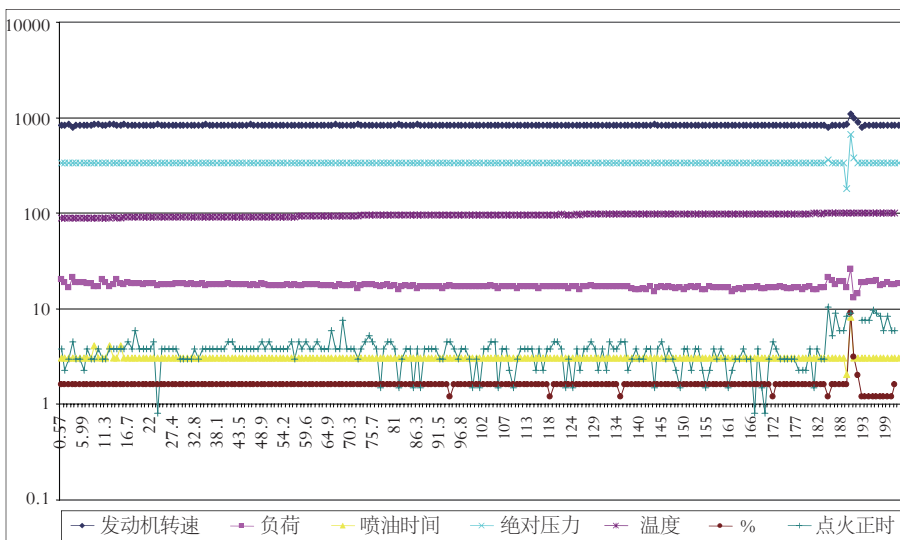

图1 故障时的数据流
0.2~0.8之间波动, 氧0.5%, 未发现混合汽过浓或过稀, 数据分析发现电脑有意在降低发动机转速, 分析到这里用数据记录功能等待故障的出现, 抓到的故障时的数据流见图1。检查真空系统, 听到通往空调的单向阀响应后发动机的故障开始出现, 更换单向阀和真空管, 故障排除。